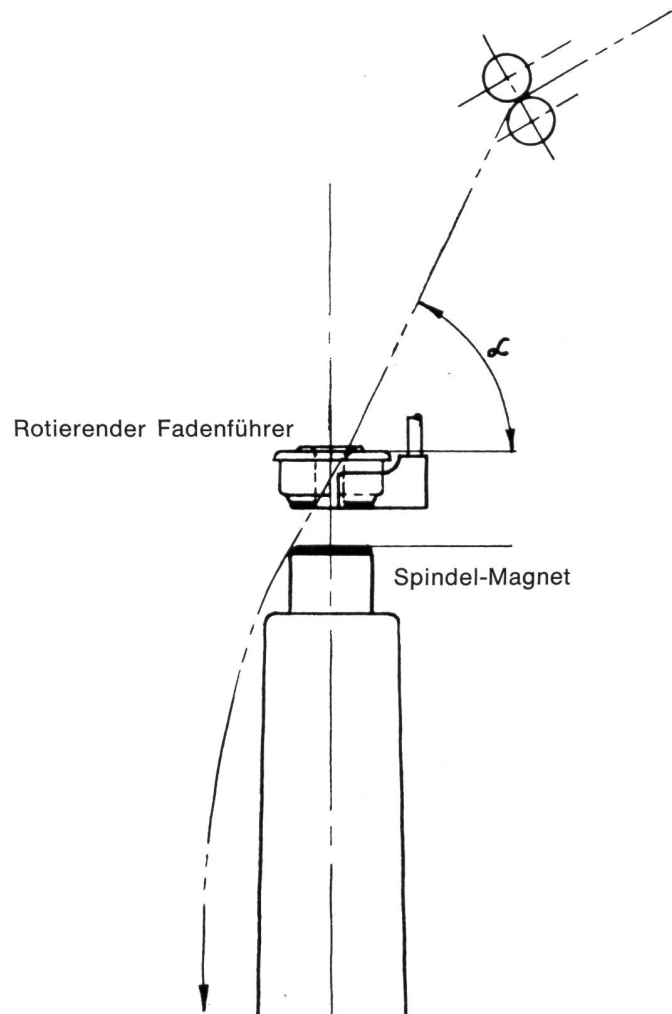

Abbildung 6 Spinmaster, Nitto Unicomb
**Ringspinnmaschinen** — Eine Neuheit als Zusatz für Ringspinnmaschinen zeigte Nitto Unicomb mit ihrem «Spinmaster» (Abbildung 6). Der feste Fadenführer über der Spindel wird durch eine rotierende Fadenführöse ersetzt. Diese braucht keinen eigenen Antrieb. Ein auf der sich drehenden Spindel sitzender Magnet nimmt die ebenfalls als Magnet ausgebildete Oese mit. Dadurch hat das Garnstück zwischen Vorderzylinder und Fadenführer genausoviel Drehung wie das fertige Garn und nicht wie heute nur einen Bruchteil davon.